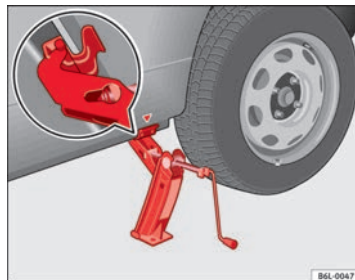

Fig. 139 Colocação do macaco
- Ajuste o macaco de modo a que a respectiva garra envolva o perfil da longarina inferior e a base móvel fique totalmente assente no chão ⇒ Fig. 139.